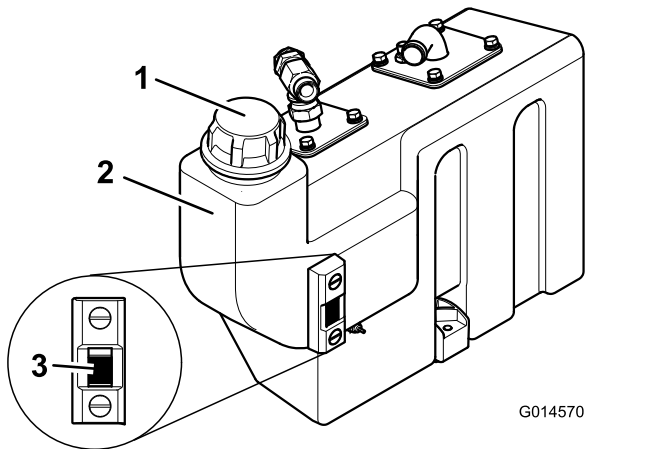

Figura 55
3. Si es necesario añadir aceite hidráulico, limpie la zona alrededor del cuello de llenado y el tapón del depósito hidráulico (Figura 55) y retire el tapón.